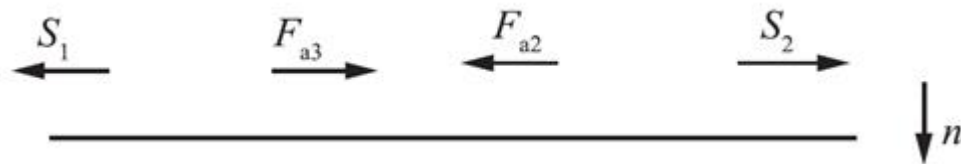

图16-3-2
解: (1) 由题意知, 齿轮2左旋, 且为从动轮, 根据齿轮2轴向力方向, 由左手定则判断出该轴的转向如图16-3-2所示。
为了该轴齿轮产生轴向力能够相互抵消一部分，齿轮3轴向力的方向向右。轴的受力分析如图16-3-2所示。